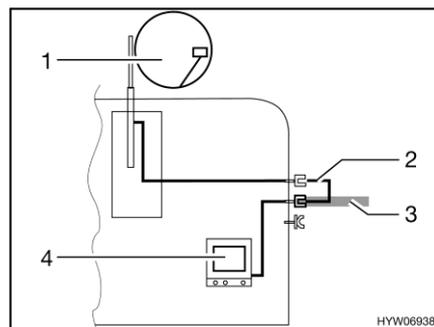

Fig. 131 TV dans le véhicule
- TV dans le véhicule (Fig. 131,4) : Raccord à l'antenne sur le toit (Fig. 131,1) avec câble d'alimentation (Fig. 131,2)
- TV dans le véhicule (Fig. 131,4) : Raccord à l'antenne extérieure (Fig. 131,3)